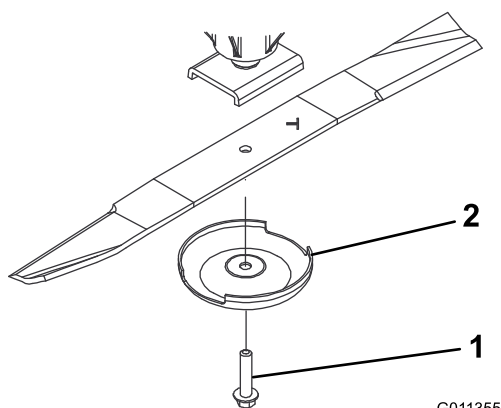

図 100
3. スピンドルのシャフトからブレードボルト、芝削り防止カップ、ブレードを取り外す 図 100。